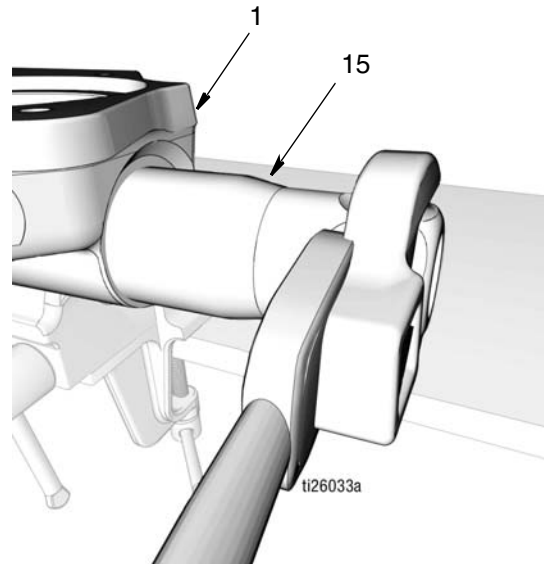

图 45
- c. 将出口止回阀 (15) 拧入泵底座 (1) (图 45)。拧紧。用 50-55 磅英尺 (67.8-74.5 N•m) 的扭力拧紧。